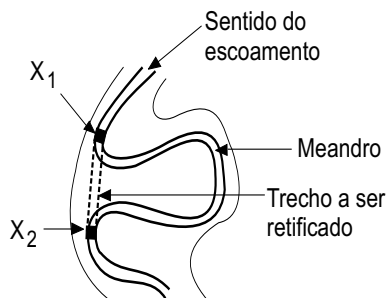

Figura 3 – Esquema do trecho retificado
* No local C, um rio está sujeito a inundações constantes. Em um trecho deste rio existe um meandro com 15 km de comprimento. Uma das propostas é retificá-lo, passando o trecho do rio a ter 2 km de extensão, conforme mostra a Figura 3. Você foi encarregado de analisar esta solução. A vazão, a seção tipo, as cotas do leito nos pontos X_1 e X_2 , a rugosidade do canal e o material das margens e do leito, nas duas situações, sem e com retificação, são as mesmas.